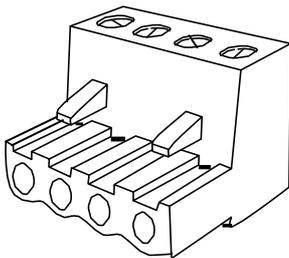

Fig. 12: Conector de cable de lazo
- 1 Conecte los cables de lazo a sus conectores. Consulte la Fig. 12.